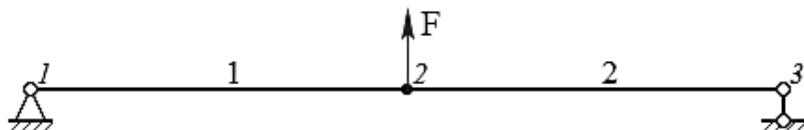

Рис. 7.3 – Схема балки к заданию 2
2. Данна балка с шарнирно-неподвижной и шарнирно-подвижной опорами (см. рис. 7.3). К балке приложена сосредоточенная сила F , кН, направленная перпендикулярно к продольной оси конструкции. Длины участков балки: $l_{12} = l_{23}$, м. Определить числовые
4. Какой вид будут иметь эпюры поперечных сил и изгибающих моментов при решении задачи по рис. 7.3?